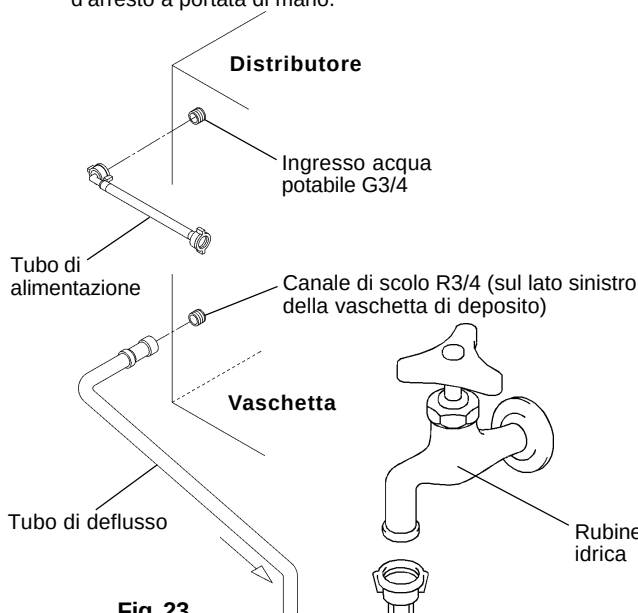

Fig. 23
- 1) Collegare l'estremità ad angolo del flessibile bianco (accessorio) al raccordo G3/4 sul retro del distributore come indicato (Fig. 23), accertandosi che la guarnizione di tenuta sia correttamente posizionata. Avvitare quanto basta a evitare perdite.
- 3) Collegare il flessibile grigio (accessorio) al raccordo R3/4 sul retro del distributore come indicato (Fig. 23), accertandosi che la guarnizione di tenuta sia correttamente posizionata. Avvitare quanto basta a evitare perdite. Accorciare il tubo in modo da garantire la corretta posizione del canale di scolo.